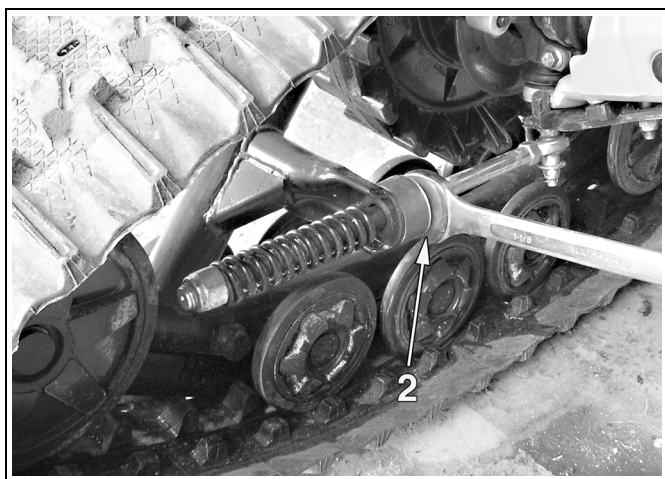

Figure 5
- Régler l'écrou (2) présenté à la Figure 5 jusqu'à ce que la barre plate se trouve à 254 ± 6 mm au dessus du sol.